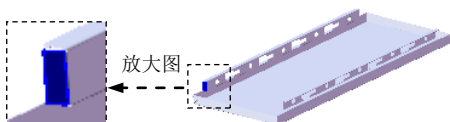
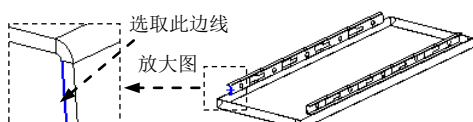

图 17.9.64 创建边线一法兰 15
图 17.9.65 定义特征的边线
(4) 单击  按钮, 完成阵列（线性）2 的创建。
Step29. 创建图 17.9.64 所示的边线一法兰 15。选择下拉菜单 **插入(I)** → **钣金(B)** → **边线法兰(E)...** 命令; 选取图 17.9.65 所示的模型边线为生成的边线法兰的边线; 在 **角度(G)** 区域的  文本框中输入角度值 65.0, 在 **法兰长度(L)** 区域的下拉列表中选择 **给定深度** 选项, 输入深度值 5.8; 在此区域中单击“内部虚拟交点”按钮 。在 **法兰位置(N)** 区域中单击“折弯在外”按钮 。单击  按钮, 完成边线一法兰 15 的创建。